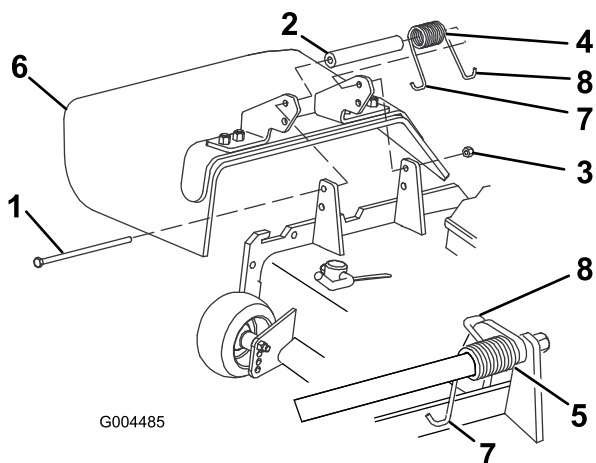

Figure 78
2. Retirez le contre-écrou, le boulon, le ressort et l'entretoise qui fixent le déflecteur aux supports de pivot (Figure 78). Enlevez le déflecteur s'il est endommagé ou usé.
- Placez une entretoise et un ressort entre les supports du déflecteur d'herbe de rechange (Figure 78). Accrochez l'extrémité en J gauche du ressort derrière le bord du plateau.
Remarque: Accrochez l'extrémité en J gauche du ressort derrière le bord du plateau avant de mettre le boulon en place, comme indiqué à la Figure 78.
- Remettez le boulon et l'écrou. Accrochez l'extrémité en J droite du ressort au déflecteur d'herbe (Figure 78).